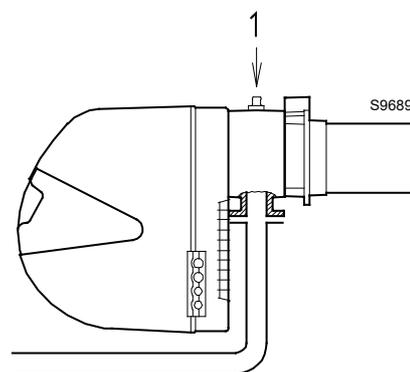

Fig. 20
Pressione del gas misurata alla presa 1)(Fig. 20), con:
Perdita di carico farfalla gas 2)(Fig. 20) con apertura massima: 90°.
Perdita di carico rampa 3)(Fig. 20) comprendente: valvola di regolazione VR, valvola di sicurezza VS (entrambe con apertura massima), regolatore di pressione R, filtro F.
- sottrarre dalla pressione del gas alla presa 1)(Fig. 20) la pressione in camera di combustione.
Pressione del gas alla presa 1)(Fig. 20) = 8,6 mbar
Per conoscere invece la pressione del gas necessaria alla presa 1)(Fig. 20), fissata la potenza massima di modulazione alla quale si desidera funzioni il bruciatore:
- Leggere sulla destra, colonna 1, la pressione alla presa 1)(Fig. 20).
pressione necessaria alla presa 1)(Fig. 20).